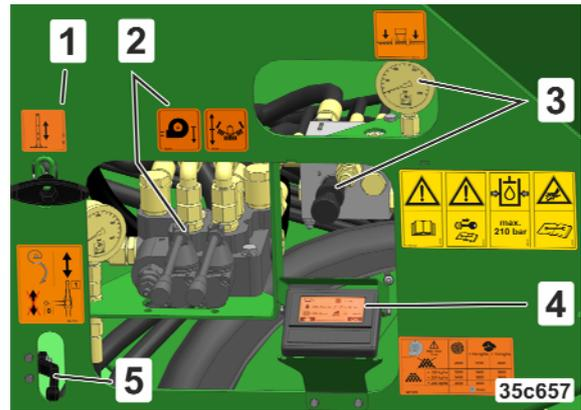

Рис. 39
- трос опорной стойки (Рис. 39/1);
- элементы управления бортовой гидросистемы (Рис. 39/2);
- элементы управления настройкой давления консолей (Рис. 39/3);
- TwinTerminal (Рис. 39/4) в сочетании с ISOBUS;
- элементы управления складыванием следорыхлителей (Рис. 39/5).